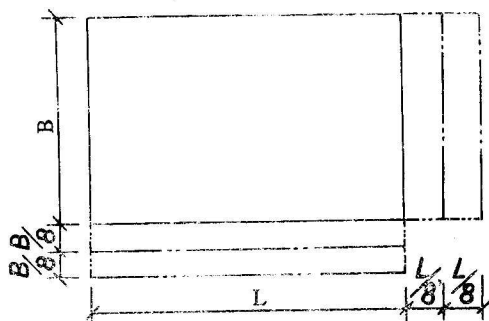

图 2
3.3 必要时允许将图纸一边加长，加长量为原长的1/8倍数。特殊需要可加长两边，加长量分别为原长的1/8倍数。见图2。